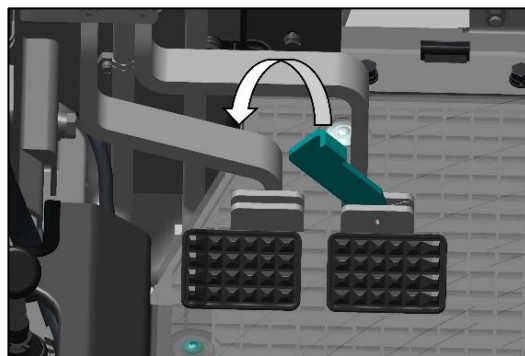

Fig. 66 : PÉDALES DE FREIN VERROUILLABLES
- Sur les modèles à pédales de frein indépendantes, maintenir les pédales de frein verrouillées en permanence (voir Fig. 66), sauf si un freinage indépendant est nécessaire. Ne jamais utiliser le freinage indépendant pendant le transport.